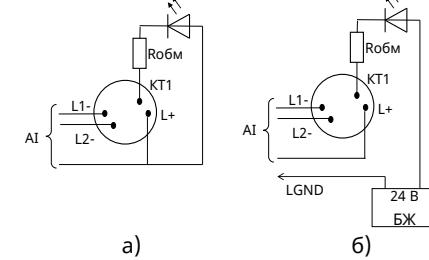

Рисунок 3 – Підключення ВПОС або світлодіода
Якщо живлення пристрію виносної індикації передбачають від зовнішнього БЖ, СПКА підключають згідно рис. 3б. Мінусовий дріт від БЖ підключають до клеми «LGND» ППКП. Вихідна напруга БЖ повинна бути не більше 30 В і повинна забезпечувати робочий струм ВПОС.
4.2 Якщо за проектом використовують ВПОС з живленням від AI, то його мінусовий контакт з'єднують з гвинтовою клемою з маркованням «2» (KT1), а плюсовий – гвинтовою клемою з маркованням «1» (L+) (рис.3а, наявність Rобм залежить від типу ВПОС і його робочого струму). Замість ВПОС допускається підключення